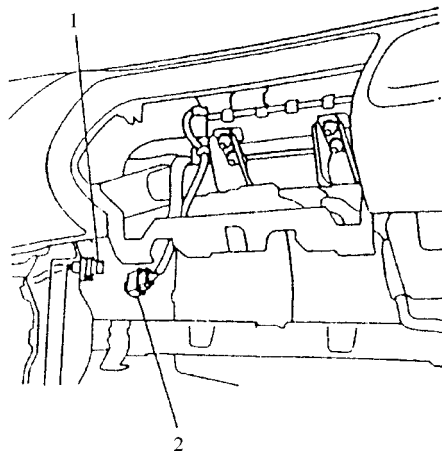

图 4-27
2)对前乘客席侧:拆下杂物箱,然后断开 Plo 和 Pli 插头(图 4-27)。